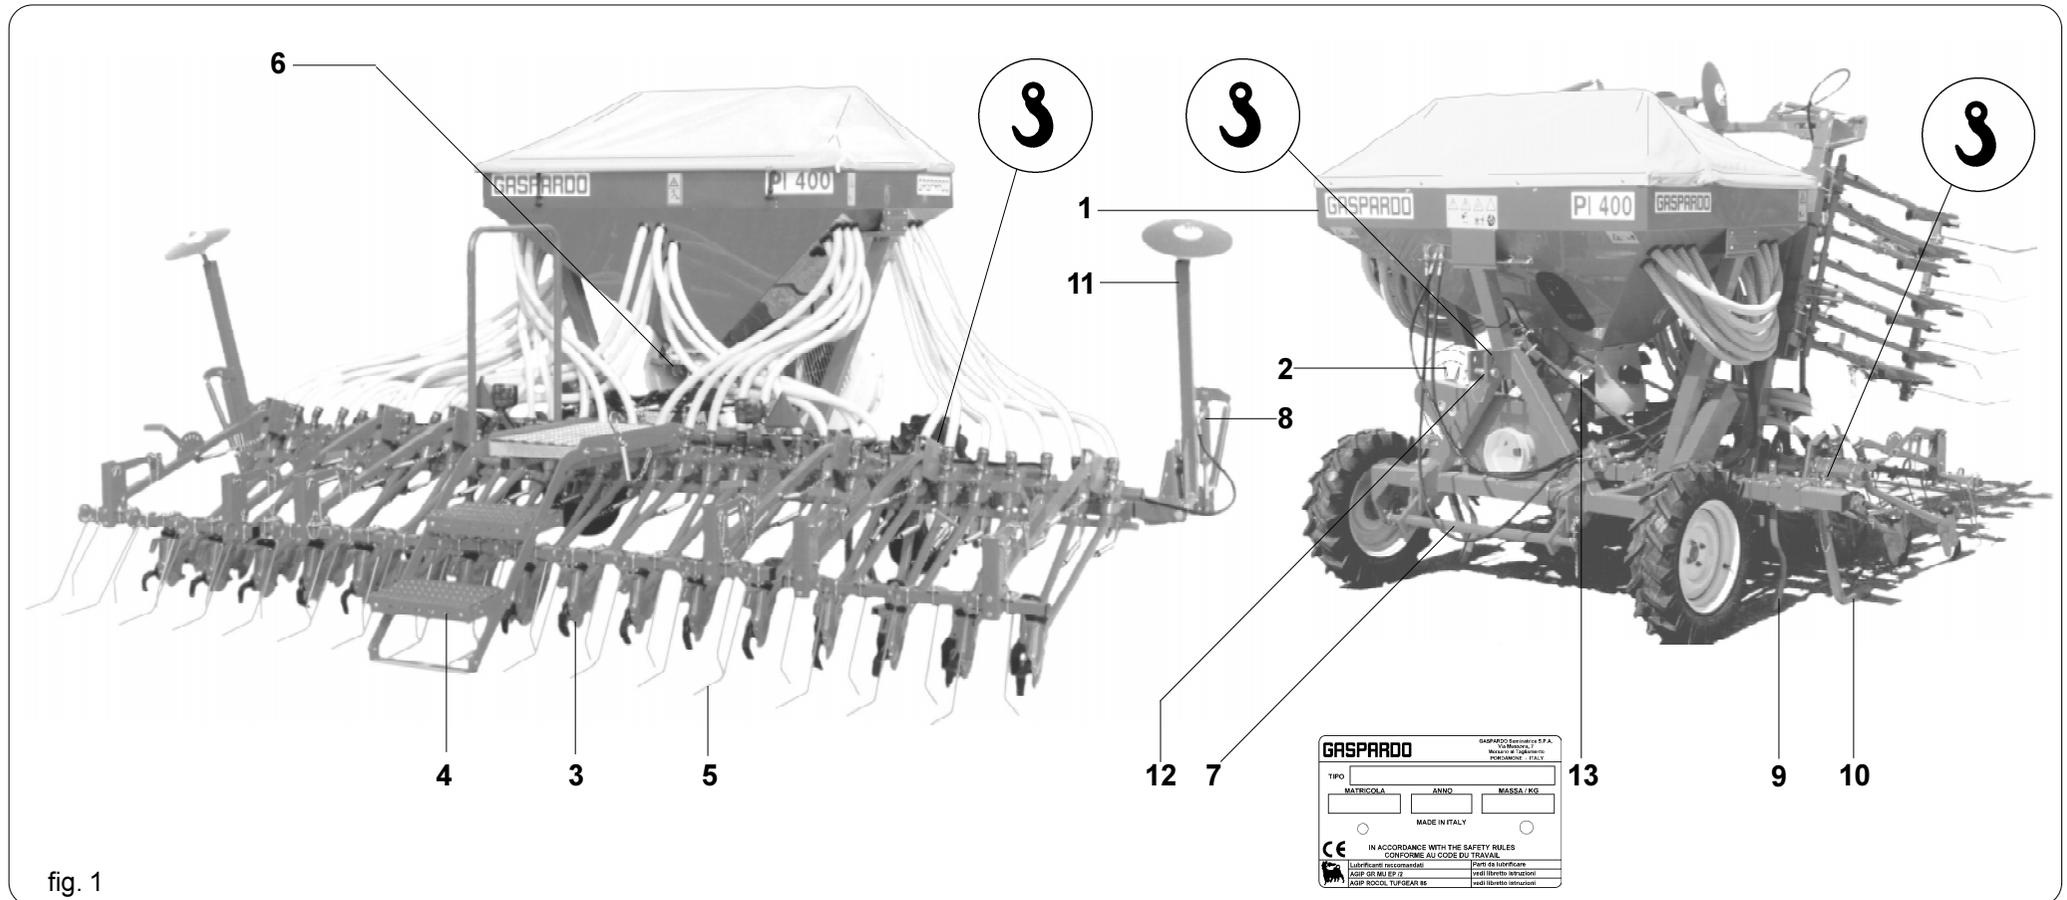

fig. 1
*Each single piece of equipment, is equipped with an identification plate (13 fig. 1), which bears:*
Jedes einzelne Gerät ist mit einem Identifizierungsschild (13 Abb. 1) ausgestattet, mit folgenden Angaben:
*Chaque équipement est doté d'une plaque d'identification (13 Figure 1) dont les données indiquent:*
Cada equipo está provisto de una tarjeta de identificación (13 Fig. 1), en la que se encuentran:
In caso di movimentazione della macchina, è necessario sollevare la stessa agganciandola agli attacchi appositi con paranco o gru idonei e di sufficiente portata. Questa operazione, per la sua pericolosità, è necessario venga eseguita da personale preparato e responsabile. La massa della macchina è evidenziata nella targhetta di identificazione (13 Fig. 1). Tendere la fune per livellare la macchina. I punti di aggancio sono individuabili dalla presenza del simbolo grafico "gancio" (Fig. 1).
*If the machine is handled, it must be lifted by hooking onto the appropriate holes with a suitable winch or crane of sufficient capacity. Because of the danger involved, this operation should be carried out by trained and responsible personnel. The mass of the machine is on the identification Plate (13 Fig. 1). Stretch the rope to keep the machine level. The hook points can be detected by finding the «hook» symbol (Fig. 1).*
Falls die Maschine transportiert werden muss, muss sie an den dazu bestimmten Anschlusspunkten durch geeigneten Aufzug oder Kran mit ausreichender Tragkraft gehoben werden. Diese gefährliche Arbeit muss absolut durch geschultes und haftendes Personal ausgeführt werden. Das Maschinengewicht kann dem Identifizierungsschild (13 Abb. 1) entnommen werden. Zum Ausrichten der Maschine das Seil spannen. Die Anschlusspunkte sind durch das graphische «Haken»-Zeichen gekennzeichnet (Abb. 1).
*En cas de manutention de la machine, soulever celle-ci en la fixant aux crochets spéciaux par un palan ou une grue appropriés ayant une capacité suffisante. Cette opération, qui est dangereuse, sera effectuée par un personnel expert et responsable. La masse de la machine apparaît dans la plaque d'identification (13 Figure 1). Tendre le câble pour niveler la machine. Les points d'attelage sont identifiés par la présence du symbole graphique «crochet» (Figure 1).*
En caso de manipulación de la máquina, se precisa elevar la misma enganándola a los ganchos al efecto mediante aparejo o grúa idóneos con suficiente capacidad. Esta operación, debido a su peligrosidad, deberá ser realizada por personal capacitado y responsable. El peso de la máquina está indicado en la plaqueta de identificación (13 Fig. 1). Halar el cable para nivelar la máquina. Los puntos de enganche se identifican mediante el símbolo gráfico «gancho» (Fig. 1).